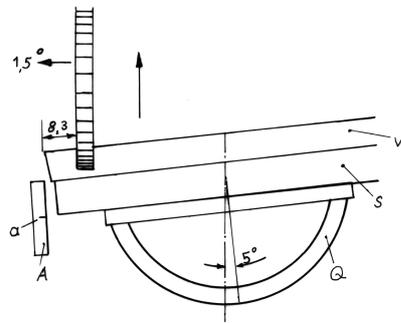

Abb. 9: Sägen der vorderen Platte (Teil 5), Op. 2/3 (2. Schnitt).
- 2: Kleine Kreissäge einrichten (Abbildung 9), Sägeblatt auf 1,5 Grad schwenken, Queranschlag auf 5 Grad schwenken, Anschlag befestigen, kleben oder in Verbindung mit dem Längsanschlag. Länge = 8,3 mm.